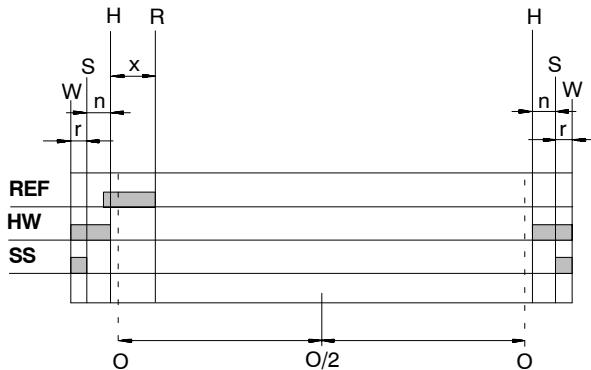

Bild 47
- Aktiveringsområdena för säkerhetsgränslägesbrytarna (SS) och hårdvarugränslägesbrytarna (HW) överlappar varandra (gråa staplar i bild 47). Vid tillkoppling av axeln undviks så odefinierade drifttillstånd.